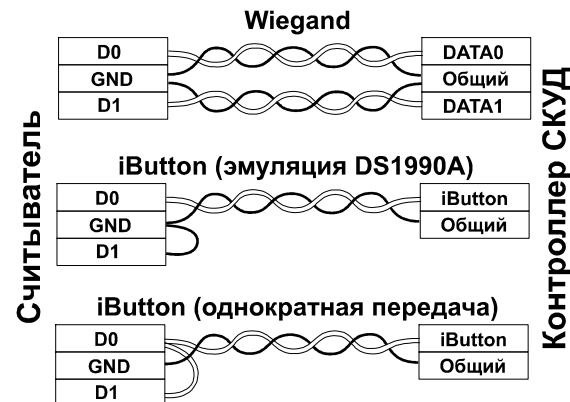

Рис. 5
- При подключении считывателя к контроллеру для защиты от помех рекомендуется использовать кабели с витой парой (рис.5) (например, UTP CAT5e).
- 2) При внесении в поле действия считывателя брелока происходит чтение идентификационного номера, при этом светодиод кратковременно меняет свое свечение на зеленый цвет и после этого гаснет, одновременно выдает короткий звуковой сигнал зуммера. Считанный идентификационный номер передается в контроллер по протоколу iButton (Dallas Touch Memory) или Wiegand-26 (заводские настройки) в зависимости от выбора протокола передачи (см. рис. 5).
5.1 Выбор выходного протокола Wiegand или iButton (TM)
В режиме “Auto” (Таблица1 пункт 1.1), выбор протокола iButton (TM) осуществляется замыканием DATA1 на GND. Передача TM осуществляется по DATA0. (См. Рис. 5).